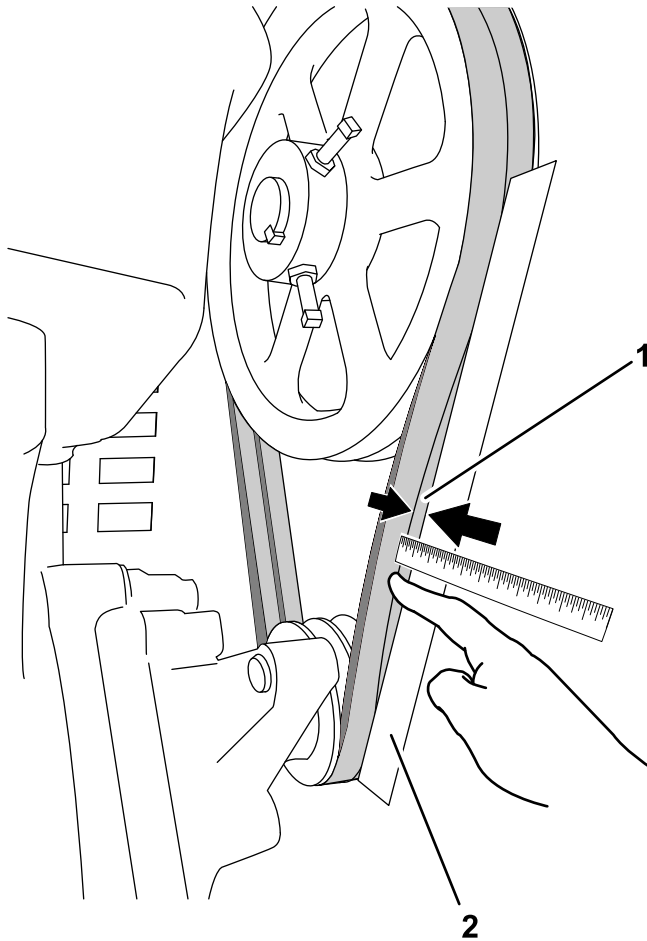

Figure 54
Les courroies d'entraînement doivent chacune présenter une flèche de 1 cm (13/32 po) lorsque vous exercez une pression de 6,8 kg (15 lb) au centre du brin (Figure 54).
3. Avec le doigt, exercez une pression de 6,8 kg (15 lb) sur la courroie d'entraînement à mi-chemin entre les poulies (Figure 54).
4. Mesurez la distance entre la courroie et la règle. La distance doit être d'environ 1 cm (13/32 po); voir Figure 54.